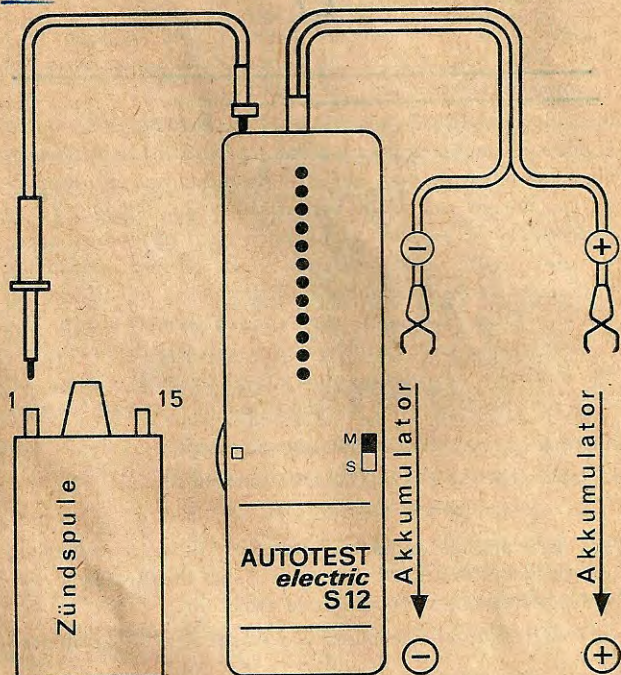

Bild 8
- Meßbereichswahlschalter (1) auf Meßbereich [3], [4], [5] oder [6] entsprechend dem Drehzahlbereich des laufenden Motors und für Zwei- oder Viertaktmotoren schalten
- Umschalter (5) in Stellung **M**
- Meßleitung an Eingangsbuchsen (3) und an Klemme 1 der Zündspule oder die zur Zündspule liegende Seite des Unterbrecherkontaktes, siehe Bild 8